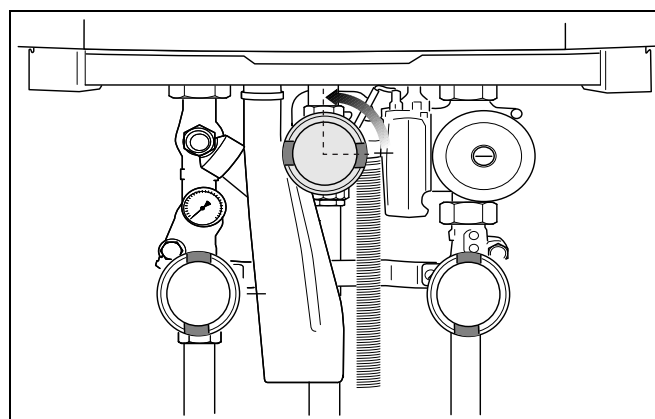

Fig. 119 Deschideți robinetul de gaz
- Deschideți încet robinetul de gaz. Pentru aceasta apăsați robinetul de gaz și rotiți ¼ de tura la stânga (fig. 119).